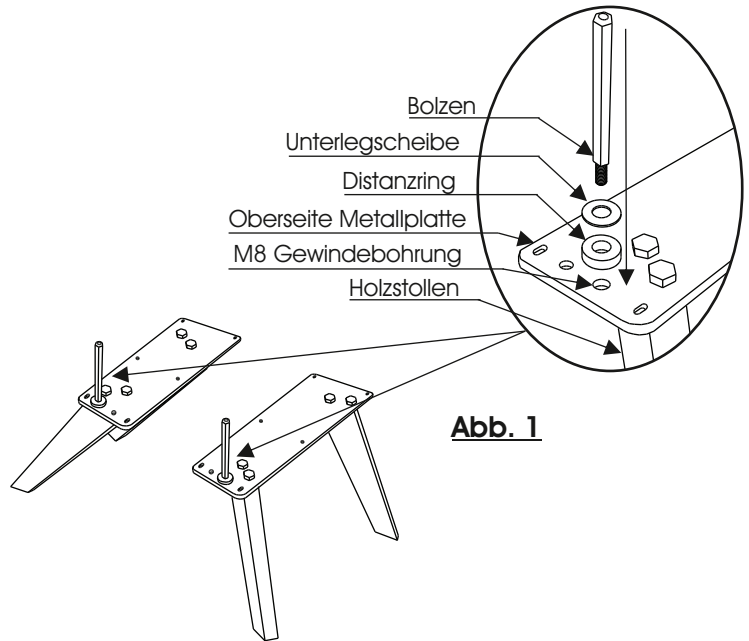

Abb. 1
- Drehen Sie, wie in Abbildung 1 dargestellt, die Bolzen auf der Oberseite der Metallplatte in das M8 Gewinde ein. Legen Sie zwischen Bolzen und Metallplatte je eine Unterlegscheibe und einen Distanzring. (Abb. 1)